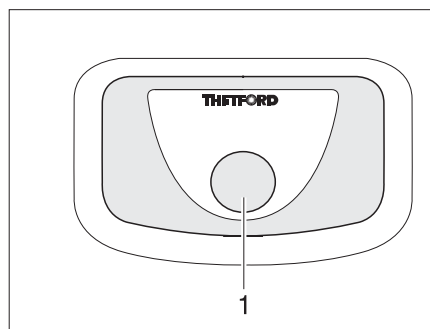

Fig. 133 Bouton de chasse de la toilette Thetford
- Pour actionner la chasse d'eau, appuyer sur le bouton bleu (Figure 133,1).